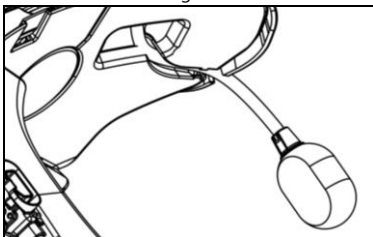

Fig. 8
- Posizionare il microfono nell'apposita sede sul lato destro del casco, inserendo il braccetto del microfono nella scanalatura presente sul telaio di aggancio mentoniera (Fig. 8).